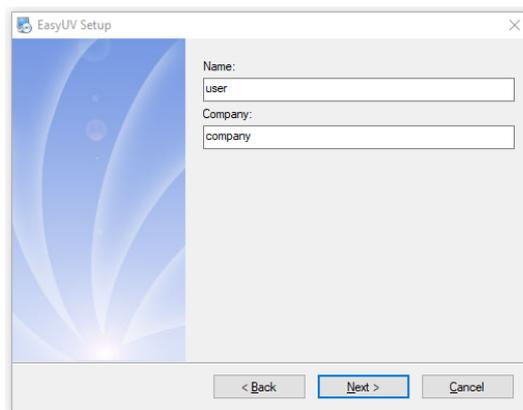

Fig. 2.2-2 Avvio installazione
- Inserire le informazioni utente/company (Fig.2.2-2), cliccare su **Next**;